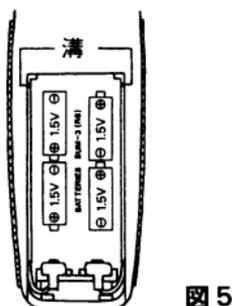

図 5
3) 乾電池(単 3) 4 本を図 5 の極性に合わせて、正しく入れます。
4) 電池カバーを図 5 の溝に乗せ、すべらせるようにして押し上げ元どおりにします。